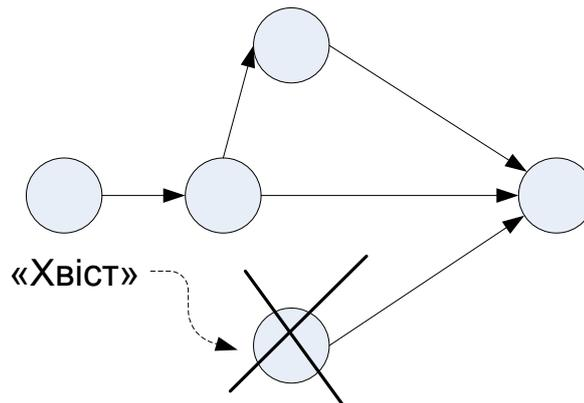

Рис. 1.11. Висяча подія
13. Не повинно бути висячих («хвостових») подій крім початкового, яким не передує хоча б одна робота (рис. 1.11).